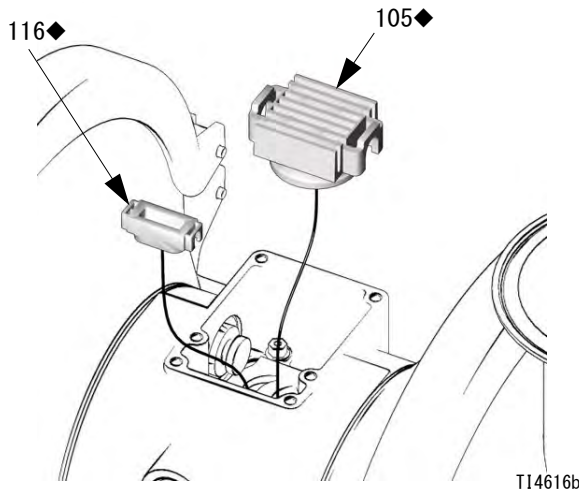

図 11
6. パイロットブロック (116) の下の面にグリースを塗り、そのタブがパイロットピン (114) の端の溝にはまるように取り付けます。図 11 を参照のこと。
7. バルブキャリッジ (105) の下の面にグリースを塗ります。図 11 を参照のこと。
8. バルブキャリッジ (105) を、そのタブがアクチュエータピストン (111) の細い端の溝にはまるように取り付けます。図 11 を参照のこと。